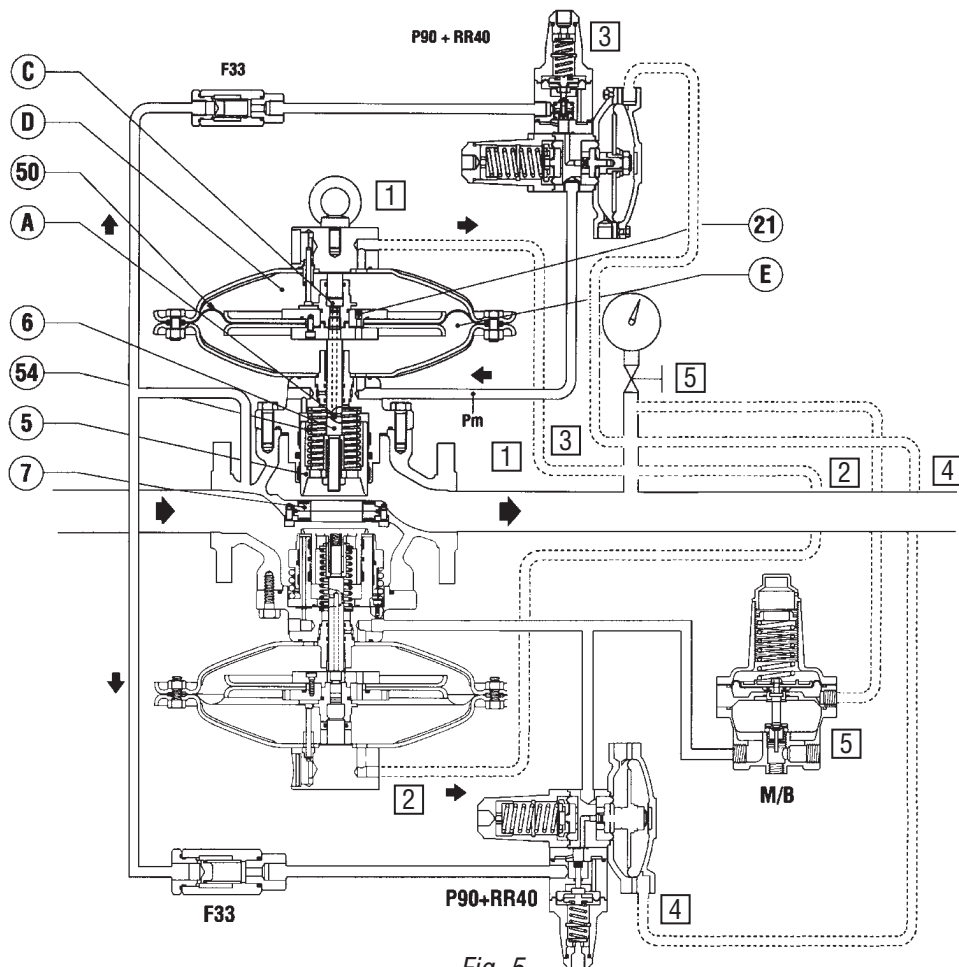

Fig. 5
1.3.1 REGOLATORE CON PILOTA P...+RR40 (fig. 5)
1.3.1 REGULATOR WITH PILOT P...+RR40 (fig. 5)
La modifica della taratura viene effettuata ruotando la ghiera di regolazione 11; una rotazione in senso orario provoca un aumento della P_m e quindi della pressione regolata P_a ; viceversa per una rotazione in senso antiorario. Se per esempio, durante il funzionamento c'è una diminuzione di pressione di valle P_a (a causa dell'aumento della portata richiesta o della diminuzione della pressione di monte) si ha uno squilibrio nell'equipaggio mobile 16 del pilota, che si sposta provocando un aumento dell'apertura dell'otturatore 17. Aumenta di conseguenza anche il valore della pressione di motorizzazione P_m , che agendo nella camera E al di sotto della membrana 50 (fig. 5) determina uno spostamento verso l'alto dell'otturatore 5 e quindi l'aumento dell'apertura del regolatore fino a ripristinare il valore prestabilito della pressione regolata. Viceversa, quando la pressione regolata inizia ad aumentare, la forza che essa esercita sulla membrana 23 del pilota sposta l'equipaggio mobile 16 portando l'otturatore 17 verso la posizione di chiusura. La pressione P_m quindi diminuisce a causa del travaso tra le camere E e D attraverso l'orifizio 21, e la forza esercitata dalla molla 54 provoca lo spostamento dell'otturatore 5 verso il basso, facendo così ritornare la pressione regolata al valore prestabilito. In condizioni di normale esercizio l'otturatore 17 del pilota si posiziona in modo che il valore della pressione di motorizzazione P_m sia tale da mantenere il valore della pressione di valle P_a attorno al valore prescelto.
As a result, the motorisation pressure value, P_m , increases and, by acting in the chamber E under the diaphragm 50 (fig. 5) causes the obturator 5 to move upwards and therefore an increase in the opening of the regulator until the set-point of the regulated pressure is restored.